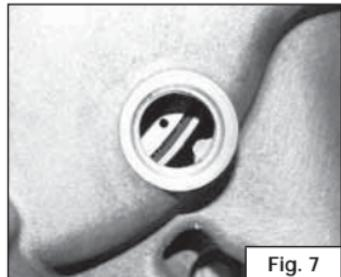

Fig. 7
- Portare l'albero motore al punto morto superiore in fase di compressione, servendosi di una chiave a T inserita nel dado centrale del variatore. Per verificare l'esatta posizione del punto morto superiore bisogna allineare il punto presente sul volano con la tacca presente sul carter (Fig. 7).
- Ruotare l' albero motore facendo coincidere sia il riferimento sul volano (Fig. 7) che i riferimenti presenti sulla corona dentata e sulla ruota fonica con il riferimento presente sulla testa.
- Bring the crankshaft to top dead centre by inserting a T wrench in the variator central nut. To check the exact position of top dead centre you have to align the flywheel with the notch on the crankcase (Fig. 7).
- Rotate the crankshaft to align both the flywheel (Fig. 7) with the notch on the crankcase and the sprocket and phonic wheel with the timing mark on the head.
- Déplacez le vilebrequin au point mort haut en vous servant d'une clé avec manche en T introduite dans l'écrou central du variateur . Pour vérifier la position exacte du point mort haut , vous devez aligner le volant avec le cran sur le carter (Fig. 7) .
- Tourner le vilebrequin en faisant correspondre aussi bien la marque sur le volant (Fig. 7) que les marques présentent sur la couronne dentée et sur la roue phonique avec celle présente sur la culasse.
- Portare l'albero motore al punto morto superiore servendosi di una chiave a T inserita nel dado centrale del variatore. Per verificare l'esatta posizione del punto morto superiore bisogna allineare il volano con la tacca presente sul carter (Fig. 7).
- to align the flywheel with the notch on the crankcase (Fig. 7).
- Déplacez le vilebrequin au point mort haut en utilisant une clé avec manche en T introduite dans l'écrou central du variateur . Pour vérifier la position exacte du point mort haut , vous devez aligner le volant avec le cran sur le carter (Fig.7) .
- Con una chiave a bussola con manico a T, agendo sul dado presente sull'albero motore e che fissa il variatore, far compiere all'albero motore 4-5 giri completi e riportarlo al punto morto superiore allineando i riferimenti di (Fig. 7) e controllare che la corona dentata della catena di distribuzione sia ancora allineata con il riferimento sulla testa.
- Insert a T wrench in the variator central nut and rotate the crankshaft, 4-5 complete revolutions and bring it back to the top dead centre, align the timing marks shown in Fig. 7 and check to ensure that the distribution chain sprocket has remained aligned with the timing mark on the head. If the crankshaft becomes blocked during the rotation, do not attempt to force it under any circumstance. Check the timing, which evidently was not performed properly. Then repeat the timing process and follow meticulously the procedure indicated above.
- After having checked to ensure that the crankshaft is at the top dead centre (Fig. 7), check and if necessary correct the exhaust and intake valve for proper clearance. The clearance value is specified in the table entitled "**Assembly data**". For valve clearance adjustment, you need a feeler gauge and the rocker arm adjustment screws.
- Avec une clé à douille mâle à bécuelle, agissez sur l'écrou de l'arbre à cames qui fixe le groupe variateur et faites faire 4-5 tours complets au vilebrequin, puis remettez-le au point mort haut en alignant les repères de la Fig. 7 ; contrôlez que la couronne dentée de la chaîne de distribution soit encore alignée avec le repère .
- Dopo aver verificato che l'albero motore si trovi al punto morto superiore (**Fig. 7**) controllare ed eventualmente ripristinare il corretto gioco valvola di scarico e d'aspirazione. Il valore del gioco delle valvole è indicato nella tabella “**Dati montaggio**”. Per ripristinare il gioco valvole servirsi di uno spessimetro e delle viti di registro presenti sui bilancieri.
- Après avoir vérifié que le vilebrequin du moteur se trouve au point mort haut (**Fig. 7**), contrôlez et éventuellement rétablissez le jeu correct de la soupape d'échappement et d'admission . La valeur du jeu des soupapes est indiquée dans le tableau “**Données de montage**” . Pour rétablir le jeu des soupapes , utilisez une jauge d'épaisseur et les vis de réglage se trouvant sur les balanciers .